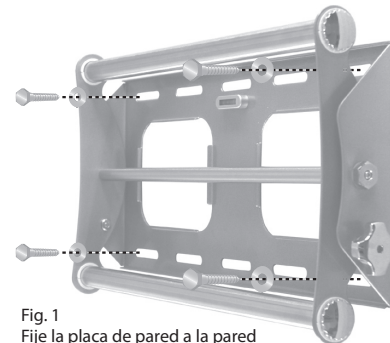

Fig. 1 Fije la placa de pared a la pared
5. Con la ayuda de otra persona, vuelva a colocar la placa de pared y nivélela utilizando un nivel de burbuja. Fíjela a la pared utilizando los Pernos de fijación (Q) y las Arandelas para pernos de fijación (R) suministrados (Fig. 1).
2. Con la ayuda de otra persona, marque seis (6) ubicaciones para fijar el montaje en la pared.
4. Inserte un Anclaje para concreto (P) en cada uno de los orificios. Puede utilizar un martillo para golpear suavemente los anclajes en su posición, de ser necesario.